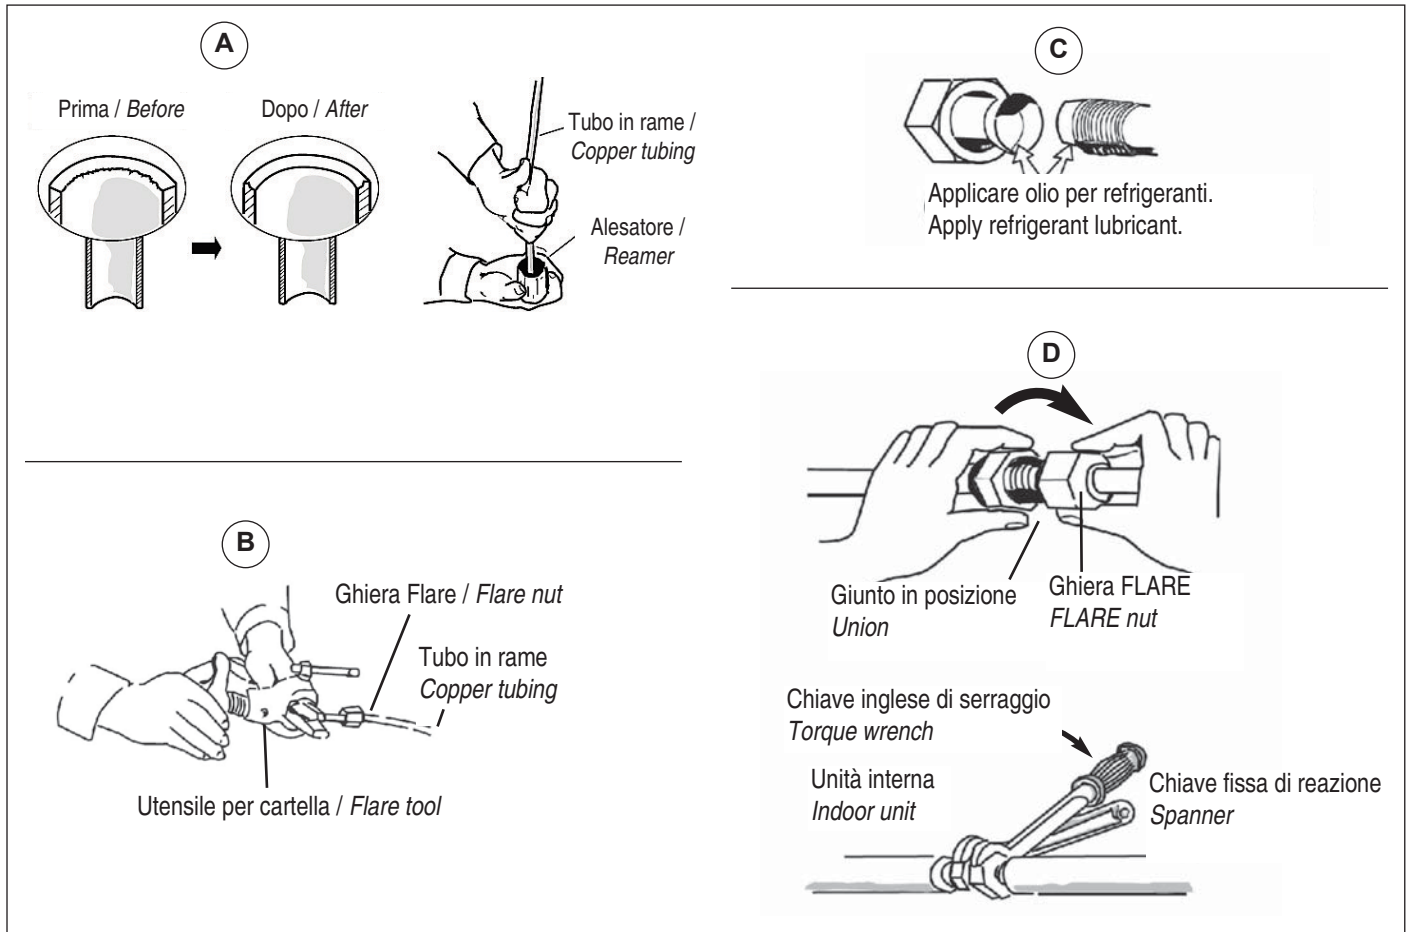

fig. 8
7.8 SEZIONE BATTERIA AD ESPANSIONE DIRETTA (FIG. 8)
- Rimuovere completamente eventuale bava o irregolarità che rimangono sugli spigoli di taglio, utilizzando un utensile alesatore (A fig.8). Tenere il tubo con l'estremità rivolta verso il basso mentre si alesa, per evitare che la limatura di rame rimanga all'interno del circuito. Questa operazione è importante e dev'essere svolta attentamente per ottenere una connessione affidabile.
- Eseguire la cartella con l'apposito attrezzo per cartellatura flare (B fig. 8).
- Applicare dell'olio etere per refrigeranti alle estremità degli attacchi prima della connessione (C fig. 8). Anche questo è importante per evitare perdite di refrigerante.
- Eventualmente adattare la forma della tubazione con l'ausilio di una curva tubi manuale, ponendo attenzione al raggio di curvatura in funzione del diametro del tubo (D fig. 8).
7.8 DX COIL SECTION (FIG. 8)
- Remove burrs at each end of the copper tubing with a tube reamer or file (A fig. 8).
- Make a flare at the end of the copper tube with a flare tool (B fig.8).
- Be sure to apply refrigerant lubricant (ether oil) to the inside of the flare nut before making piping connections (C fig. 8). This is effective for reducing gas leaks.
- Adjust the shape of the liquid tube using a tube bender at the installation site and connect it to the liquid tubing side valve using a flare (D fig. 8).